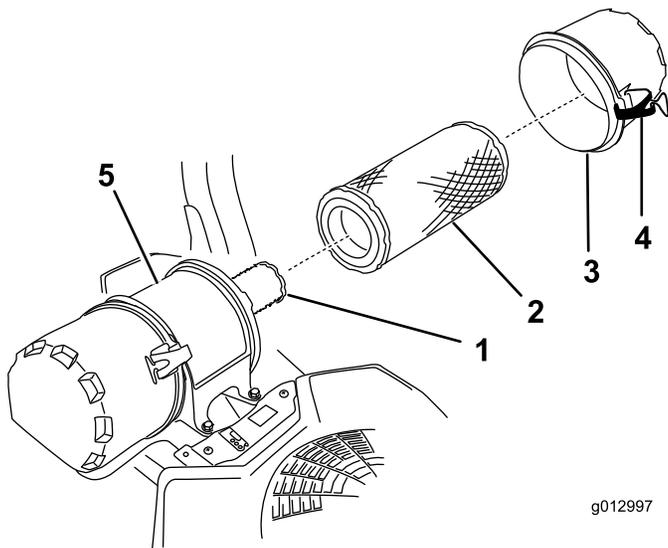

Figura 46
6. Abra los cierres del limpiador de aire y tire de la tapa del limpiador de aire para separarla del cuerpo del limpiador de aire (Figura 46).
8. Extraiga con cuidado el filtro primario del cuerpo del limpiador de aire (Figura 46).
2. Si va a cambiar el filtro interno, deslícelo cuidadosamente en el cuerpo del filtro (Figura 46).
3. Deslice cuidadosamente el filtro primario por encima del filtro interno (Figura 46).
4. Instale la tapa del limpiador de aire y fije los cierres (Figura 46).